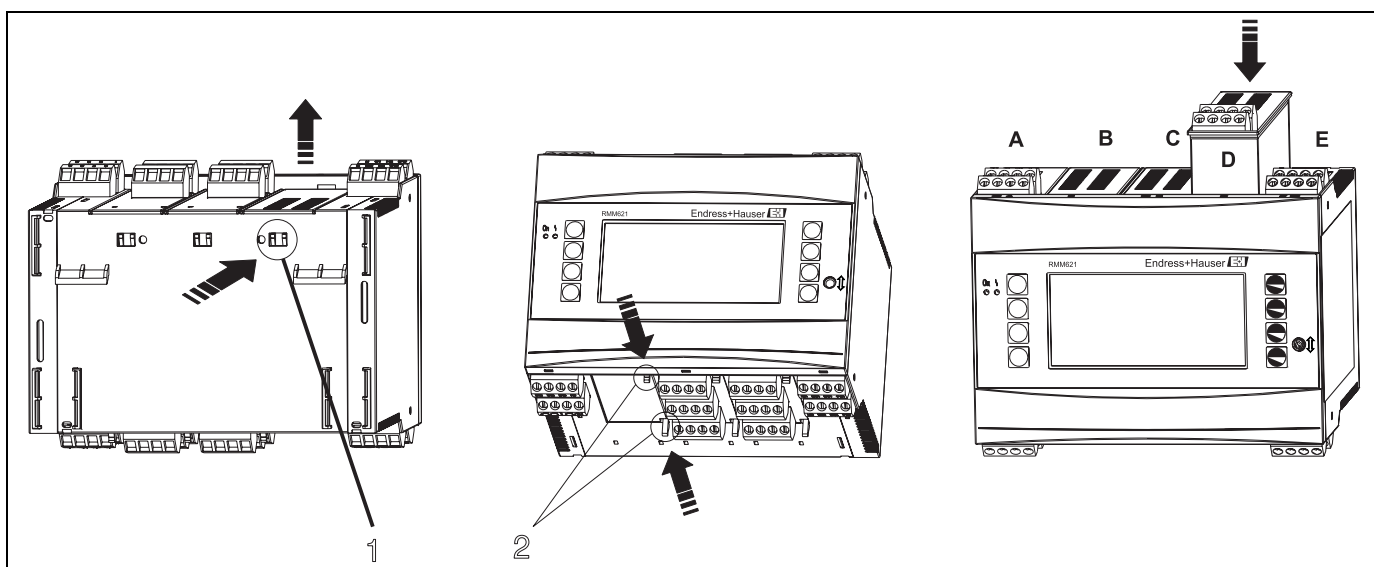

Fig. 3: Installazione di una scheda d'espansione (a titolo d'esempio)
Il dispositivo può essere dotato di diverse schede di espansione. A questo scopo sono disponibili tre slot. Gli slot per le schede d'espansione sono contrassegnati sul dispositivo con B, C e D (→ fig. 3).
2. Togliere la piastra di chiusura dal relativo slot (B, C o D), premendo i ganci di fissaggio presenti sulla parte inferiore del dispositivo (v. fig. 3, pos. 2) e spingere contemporaneamente verso l'interno (ad es. con un cacciavite) il gancio di fissaggio, posto sul retro della custodia (v. fig. 3, pos. 1); estrarre infine la piastra di chiusura dall'alto.
3. Inserire la scheda d'espansione dall'alto nel dispositivo base. La scheda d'espansione è alloggiata correttamente solo quando i ganci scattano, fissandosi alla parte inferiore e posteriore del dispositivo (v. fig. 3, pos. 1 e 2). Assicurarsi che i morsetti d'ingresso della scheda d'espansione siano rivolti verso l'alto e quelli per il collegamento verso la parte anteriore.